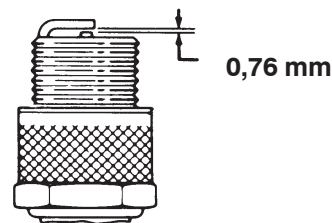

Figure 39
4. Réglez l'écartement entre les électrodes centrale et latérale à 0,76 mm (Fig. 39). Mettez en place la bougie ainsi réglée avec son joint d'étanchéité et serrez-la à 23 Nm. À défaut de clé dynamométrique, serrez fermement la bougie.